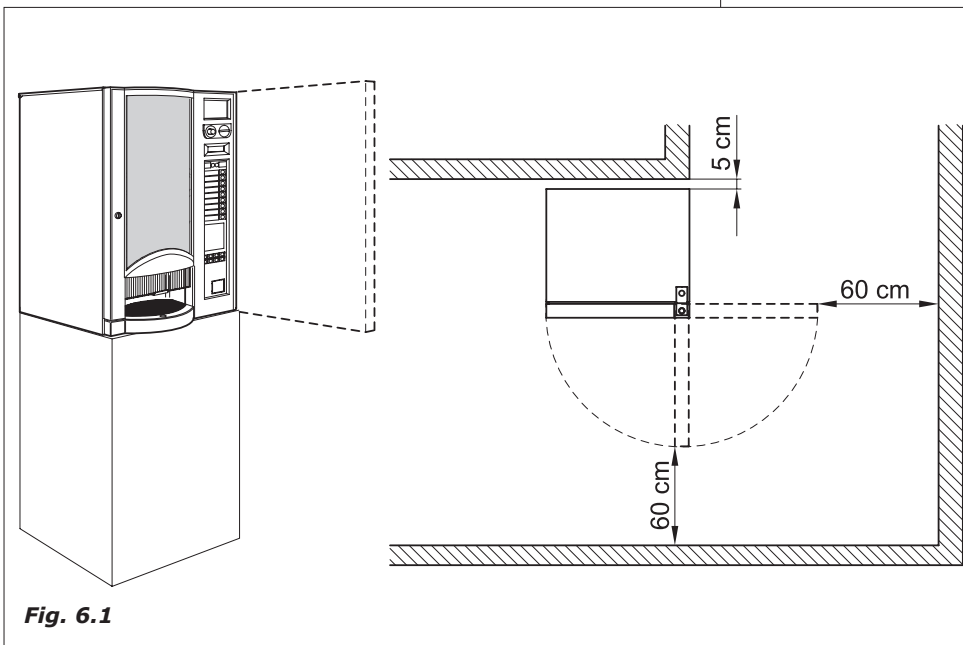

Fig. 6.1
- Se posizionato vicino ad una parete, lo schienale deve avere una distanza minima di 5 cm dalla stessa (Fig.6.1), per permettere la regolare ventilazione. In nessun caso coprire il distributore con panni o similari.
Se l'installazione avviene in corridoi di evacuazione di sicurezza assicurarsi che con il distributore a porta aperta rimanga comunque spazio sufficiente al passaggio (Fig.6.1).